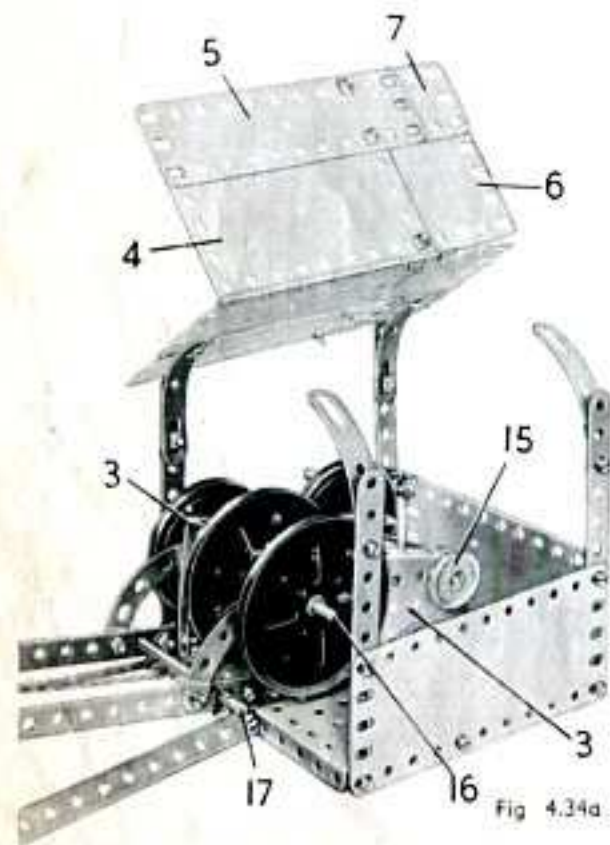

Fig. 4.34a
Le déplacement du chariot est commandé par une manivelle qui porte une poulie de 25 mm. (15) (fig. 4.34a). Cette poulie est reliée par une corde à une poulie de 75 mm. fixée sur une tringle de 10 cm. (16). Une corde attachée à une chape boulonnée sous le chariot passe autour d'une seconde poulie de 75 mm. montée sur la tringle (16); elle passe ensuite sous la tringle (17), autour d'une poulie de 12 mm. montée sur la tringle (18) et est enfin attachée à une courroie de transmission de 65 mm. Cette dernière est fixée sur la chape.